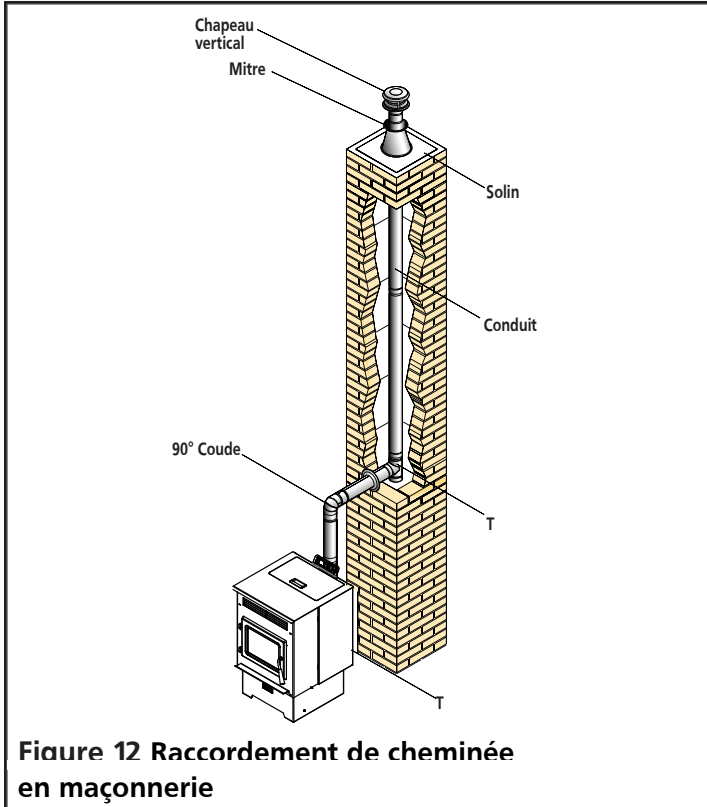

Figure 12 Raccordement de cheminée en maçonnerie
2. Le tuyau de raccordement à la cheminée ne devra pas causer obstruction à l'intérieur du conduit de fumée comme montré à la figure 12 ci-dessous.